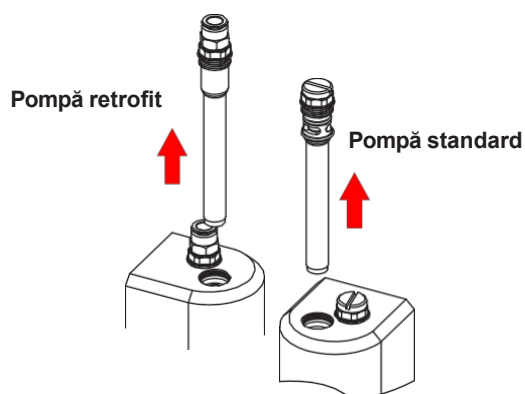

Figura 16 Slăbirea tuburilor de fluidizare
2. A se vedea figura 16. Slăbiți bușonul de acces la tubul de fluidizare și scoateți tubul de fluidizare direct din corpul pompei.